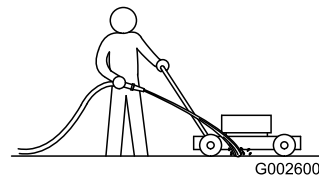

Figure 26
1. Mettez le moteur en marche après avoir amené la machine sur une surface revêtue plane et dirigez un jet d'eau devant la roue arrière droite (Figure 26).
- Faites pivoter le guidon en avant (Figure 26).